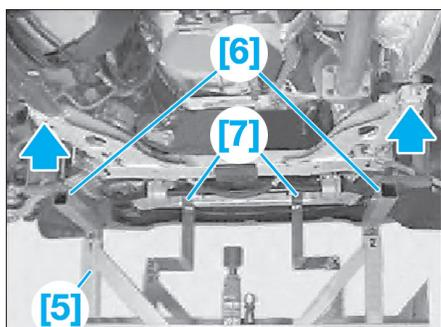

Fig. 23
- [5]. Embase-support pour la dépose/repose du berceau (réf BMW : 00 2 040) (Fig.23).
- Poser l'outil [5] sur le cric d'atelier (Fig.23).